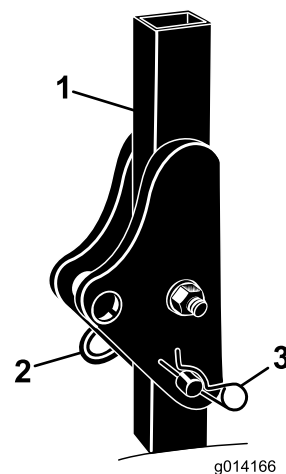

Figure 3
1. Retirez les goupilles fendues puis les deux axes de l'arceau de sécurité (Figure 3).
2. Relevez complètement l'arceau de sécurité puis insérez les 2 axes et fixez ces derniers avec les goupilles fendues (Figure 3).